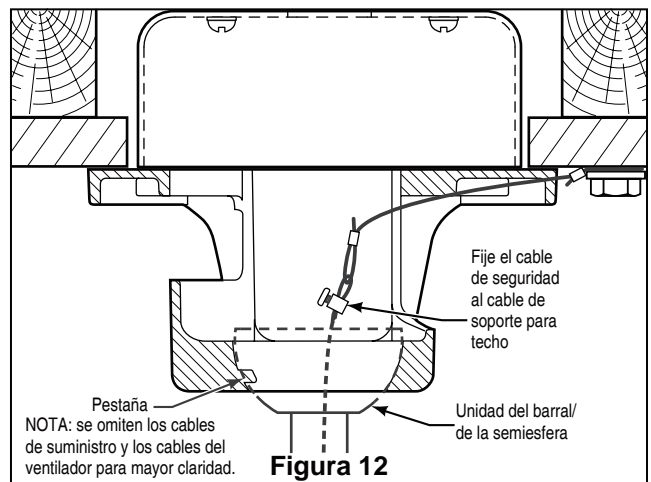

Figura 12
4. Levante cuidadosamente el ventilador y coloque el ensamble de la bola para colgar/varilla en la abrazadera para colgar que acaba de fijar a la caja de salida. Asegúrese de que la ranura de la bola esté alineada con la lengüeta de la abrazadera para colgar. (Figura. 12)
5. Fije el cable de seguridad al cable de soporte para techo. Deslice la abrazadera de cables por el cable de seguridad (del ventilador). Pase el extremo del cable a través del aro que forma el cable de soporte para techo. Tire lo más posible del cable a través del aro. Inserte el extremo del cable en el orificio de la abrazadera y ajuste firmemente el tornillo. (Figura 12)